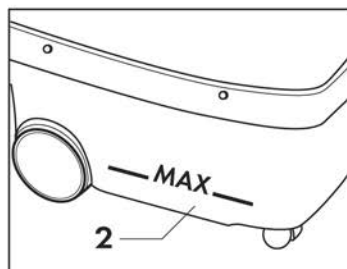

Fig. 5
Para uma eficiência melhor na aspiração deitar no reservatório de recolha (2) 2,5 litros de água. Com esta operação o ar é filtrado e as impurezas (poeira, germes, etc.) presas no reservatório. Não ultrapassar a quantidade de água indicada para uma correcta utilização. (Fig. 5)